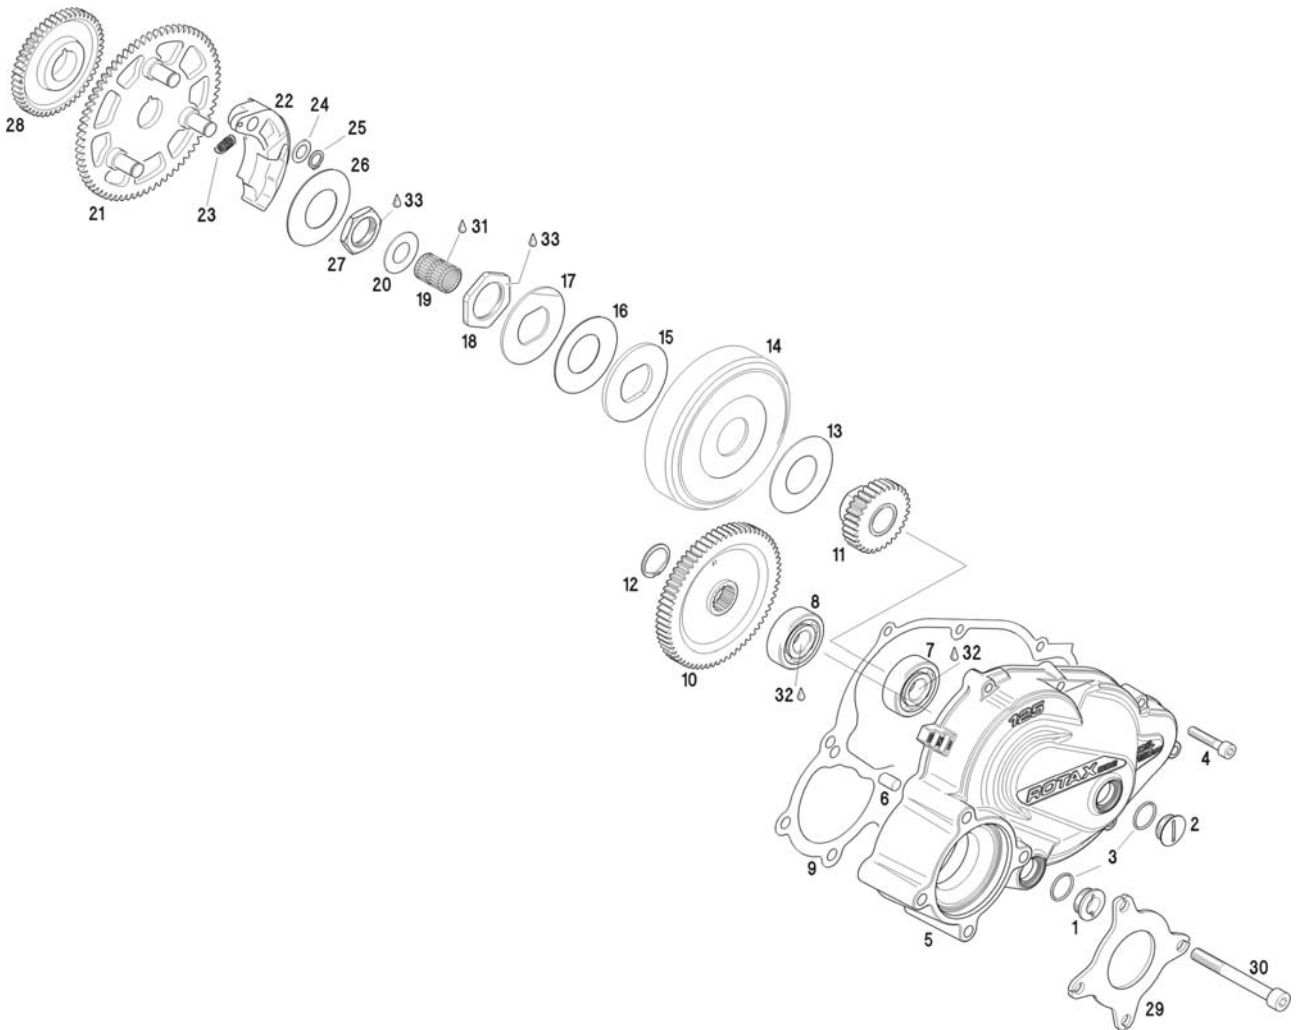

Bild 18
- ➔ Demontieren Sie den Getriebedeckel, indem Sie die 6 Stk. Zyl. Schrauben M6x30 (Pos.4) und die 4 Stk. Zyl. Schrauben M8x70 (Pos.30) herausschrauben.(Bild 18)
Das Primärrad (Pos. 11) ist auf der Kupplungstrommel (Pos. 14) mittels einer SK-Mutter (Pos. 18) befestigt. Die Kupplungstrommel ist außerdem mit einer mechanischen Überlastkupplung ausgestattet. (Bild 18)